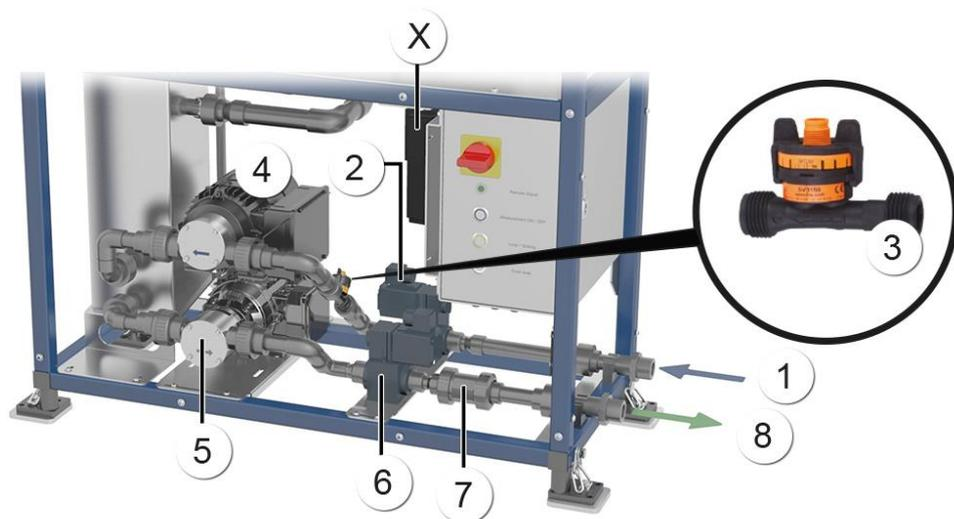

Abbildung 8: Position der Probenanschlüsse
1.	Das Einlaufrohr am entsprechenden Anschluss befestigen (Abbildung 8, Pos. 6).
2.	Das Auslaufrohr am entsprechenden Anschluss befestigen (Abbildung 8, Pos. 7).